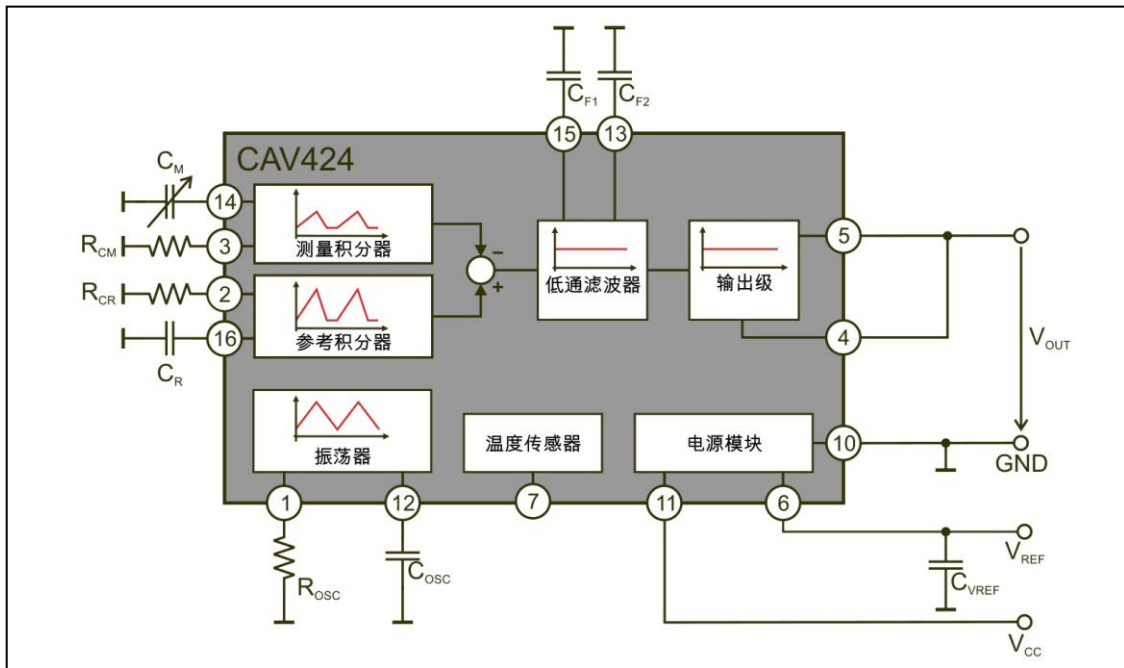

图 2: CAV424 的工作原理和外部基本电路
CAV424 的测量原理可以参考图 2，图中描述了各个功能模块，信号处理以及基本外接元器件的情况。
根据图 2 电路的信号转换, 在输出端的直流电压即在管脚 5 的输出电压  $V_{OUT}$  由公式 (8) 给出。
如果应用图 2 的电路，管脚 5 上的输出电压  $V_{OUT}$  对地 GND 是：